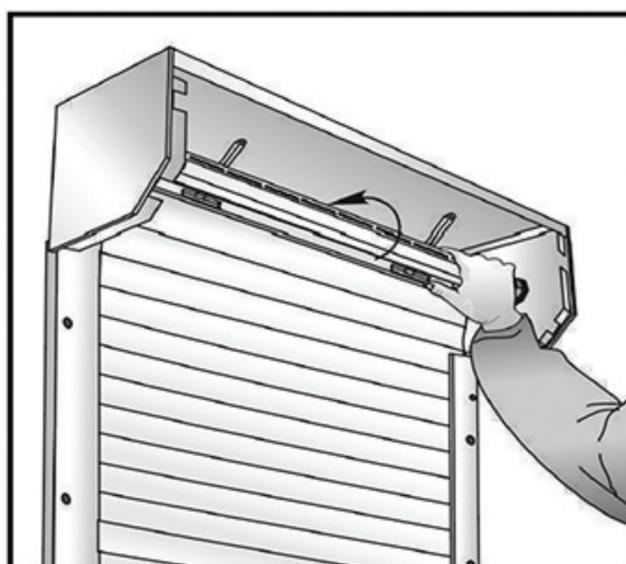

рис. 2
2. Произвести предварительное натяжение пружины ПИМ, вращая вал привода в направлении закручивания пружины (по часовой стрелке при взгляде со стороны правой крышки). Количество оборотов вала согласно техническому каталогу (рис. 2)